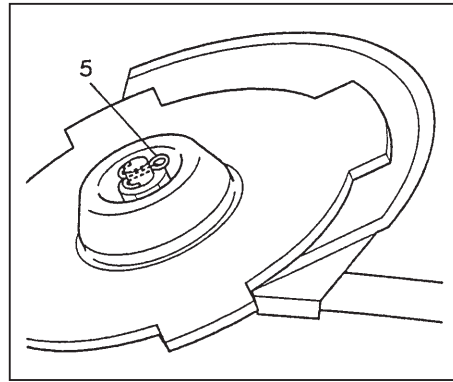

Fig. 1-10B
If your unit is of a nut-securing type and equipped with a cotter pin, the blade must be retained with a new cotter pin (5) each time installed. (Fig. 1-10B)
Si votre appareil est du genre à écrou de calage et muni d'une goupille, il faut retenir la lame au moyen d'une clavette neuve (5) qu'on monte chaque fois. (Fig. 1-10B)
Se il suo elemento è del tipo di fissaggio di dado e provvisto di una chiavetta trasversale, la lama deve sostenersi per mezzo di una coppia nuova (5) ogni volta quando sia effettuato il montaggio. (Fig. 1-10B)
Wenn Ihr Gerät von der Muttersicherungsmachart und mit einem Schliessbolzen ausgerüstet ist, man soll die Klinge mit einem Schliessbolzen (5) festhalten, der jedesmal eingerichtet werden soll. (Fig. 1-10B)
Si el aparato de usted es del tipo de tuerca trabada y provisto de una clavija hendida, hay que sujetar el cuchillo mediante un pasador de chaveta nuevo (5) que se monta cada vez. (Fig. 1-10B)
Om röjsågen är av den typ där en mutter och en saxsprint används till att fästa skäret måste klingan hållas på plats med hjälp av en ny saxsprint (5) varje gång den monteras. (Fig. 1-10B)